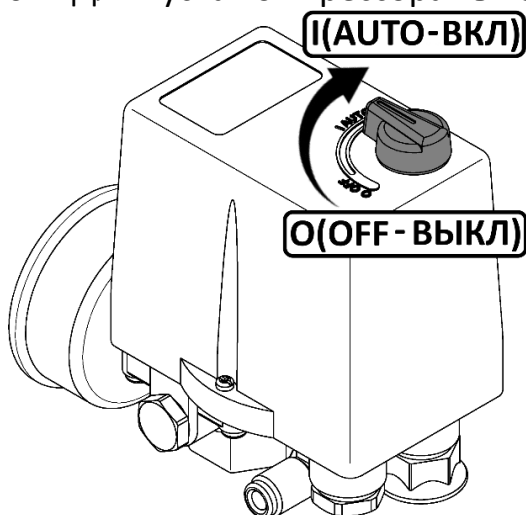
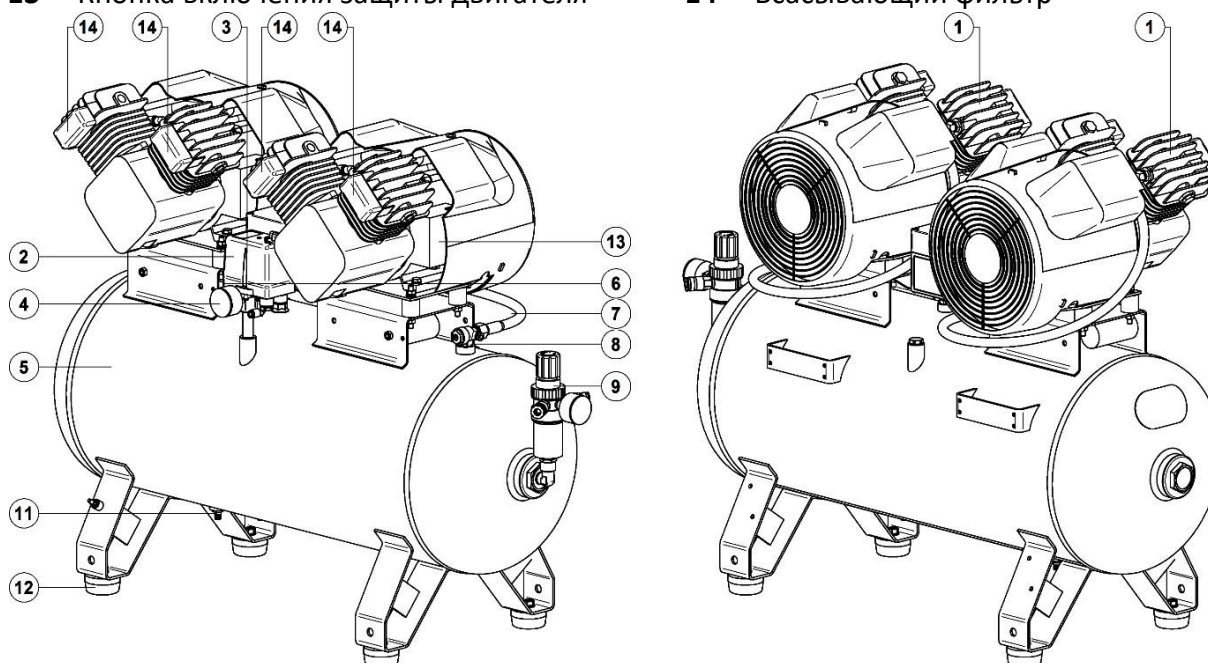

Рисунок 2
Рисунок 3 - Общий вид компрессора СБ4-100.VS204Т
- Проверьте, чтобы выключатель на реле давления находился в выключенном положении "O" (рисунок 2).
- Выключить компрессор выключателем **3** на реле давления (рис. 3, 4). Для этого необходимо переключить выключатель в положение "О" или "OFF", в зависимости от исполнения (рис. 2). После этого остановится электродвигатель и произойдет сброс давления из нагнетательного воздухопровода и поршневого блока.
- Переключите выключатель **3** на реле давления в положение "0" или "OFF", в зависимости от исполнения (рис. 2).
- Снимите крышку всасывающего фильтра **14**, вывернув винт (рис. 3, 4);